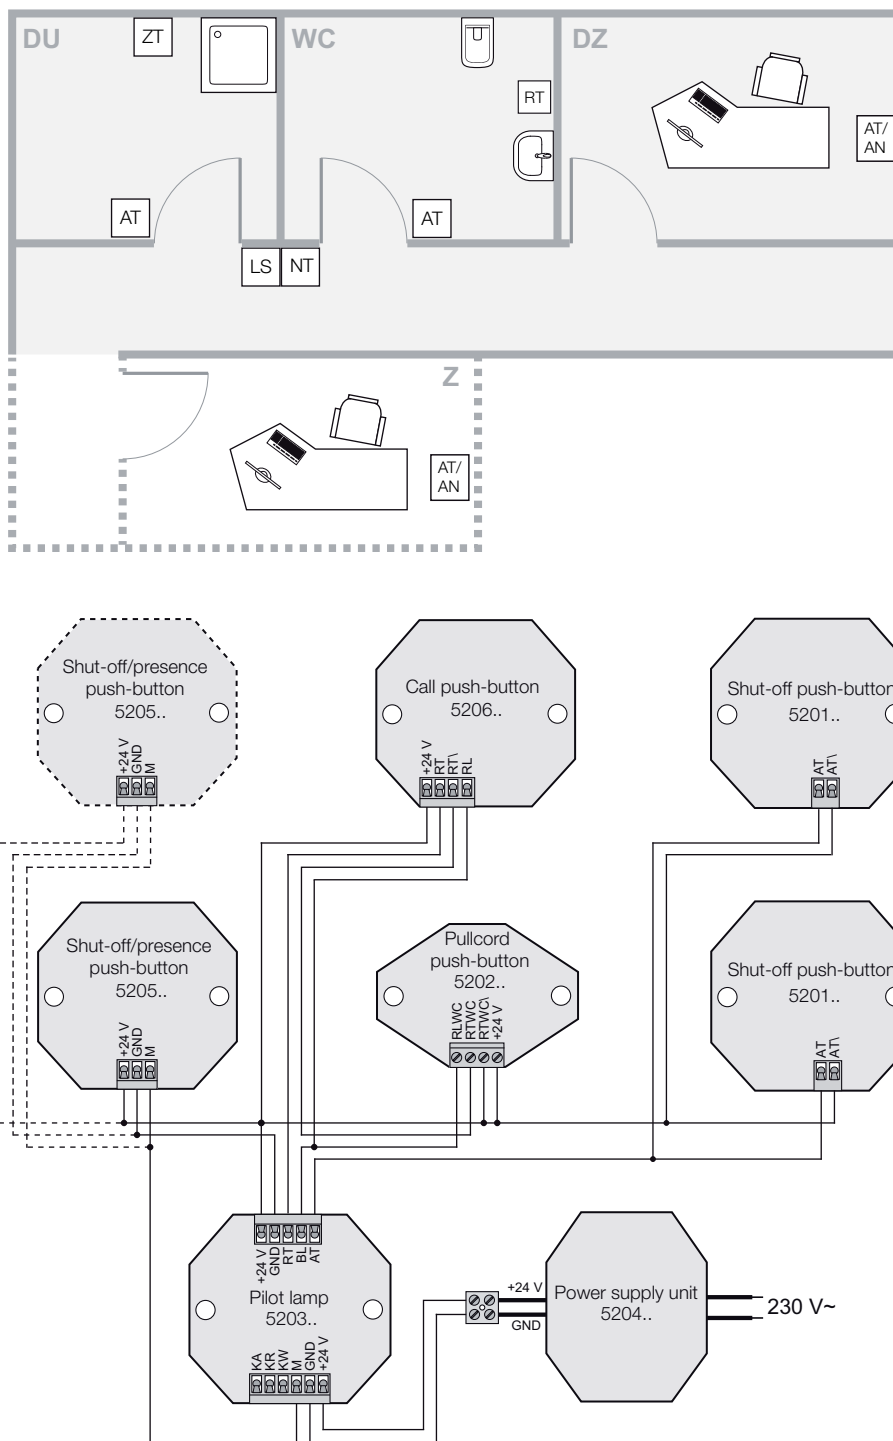

Fig. 8: installation med extra anrops-, avstängningstryckknapp och vidarekoppling av anrop till servicерummet
- Anslut extrautrustningen enligt kopplingschemat (fig. 8). Flera drag-/anropstryckknappar är seriekopplade, flera avstängningstryckknappar är parallellkopplade. Om nödsignalen inte enbart ska visas i korridoren, utan även i en centralenhet (Z) eller ett servicерum (DZ) längre bort, kan dessutom en eller flera avstängnings-/närvarotryckknappar anslutas.
- Anslut en eller flera (Fig. 8, visas med streckade linjer) avstängnings-/närvarotryckknappar enligt kopplingsschemat.